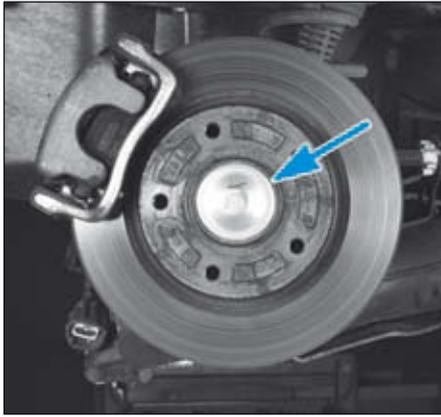

FIG.12
- le capuchon de l'écrou de moyeu (Fig.12),